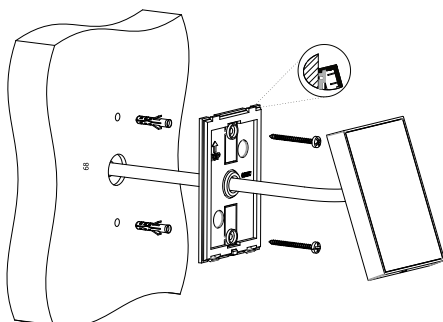

Рис. 2: Встановлення зчитувача карток
3. Вирівняйте зчитувач по верхньому краю монтажної панелі (рис. 2) і зафіксуйте його.
4. Потім закріпіть зчитувач фіксуючим гвинтом (4).